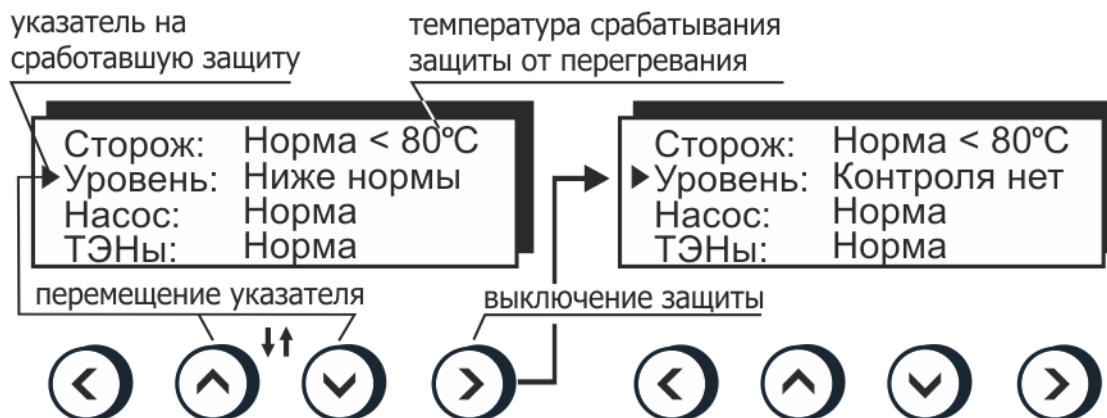

Рисунок 8 — Пример срабатывания защиты
- вращением регулятора 22 установить желаемую температуру срабатывания защиты, контролируя ее значение на дисплее (рисунок 8);